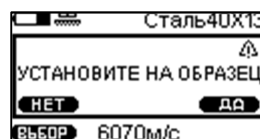

Рисунок 2.14 – Инструкция «УСТАНОВИТЕ НА ОБРАЗЕЦ»
5. Прибор проведет замер и отобразит новую инструкцию на дисплее прибора «УСТАНОВИТЕ НА ОБРАЗЕЦ» (рис. 2.14).